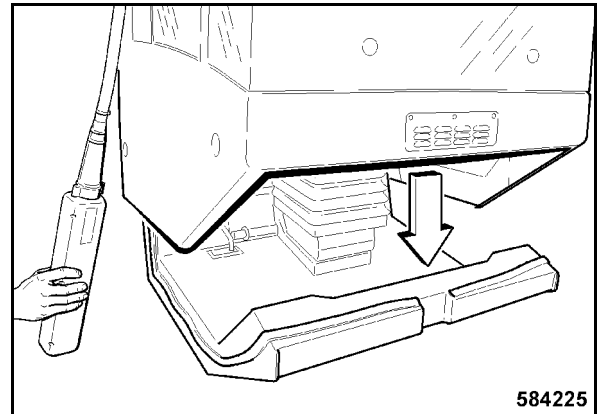

Fig. 199
- Colocar la cabina verticalmente y despacio sobre el puesto de conductor (Fig. 199).